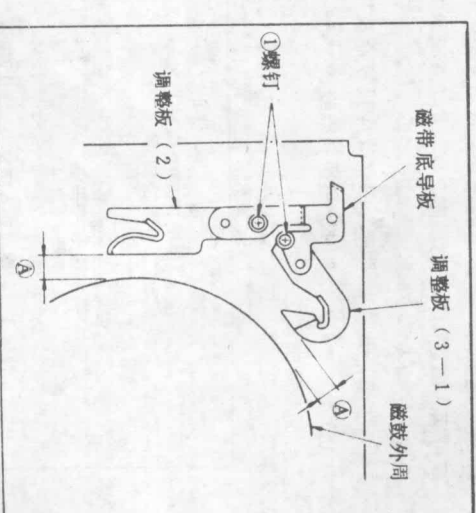

图5 更换磁鼓
1) 测量并记录上磁鼓磁带保持部及调整板的2个间隙④(图5)。(不要忘记此项工作，因为调整板的安装位置会影响磁带通道。)
2) 拧下图5中的螺钉①并卸下磁带底导板及调整板(2)与(3-1)。
- 1) 测量上磁鼓与调整板的间隙, 以便更换磁鼓组件 (图 5)。
- 2) 拧开 2 个螺钉①以卸下磁带底导板②及调整板③。
- 3) 拧开 2 个螺钉④以卸下磁带支架组件⑤。
- 4) 拧开螺钉⑥以卸下导板⑦。
- 5) 拧开 2 个螺钉⑧及 5 个螺钉⑨, 以便卸下高速运转导板(1-YA)⑩及导板(2)⑪以及斜底组件⑫。
- 6) 拧开螺钉⑬以卸下销连垫板⑭。